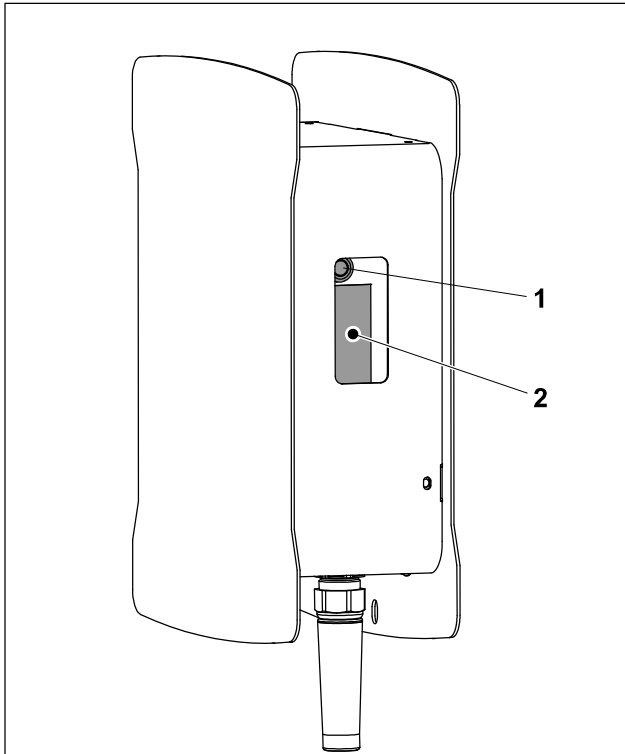

Abb. 1 Wallbox basicEVO
Der Ladevorgang lässt sich **nicht** mit dem Taster (Abb. 1/1) abbrechen. Es gibt drei Möglichkeiten den Ladevorgang abzubrechen:
Falls nach dem Einstecken des Ladekabels oder dem Drücken der Taste (Abb. 1/1) keine Reaktion der Wallbox erfolgt, überprüfen Sie bitte die gebäudeseitige Spannungsversorgung (Leitungssicherungen, FI-Schutzschalter).
- Zum Rücksetzen der Fehlerstrom-Schutzeinrichtung drücken Sie die Taste (Abb. 1/1) länger als 3 Sekunden. Die LED flackert grün.